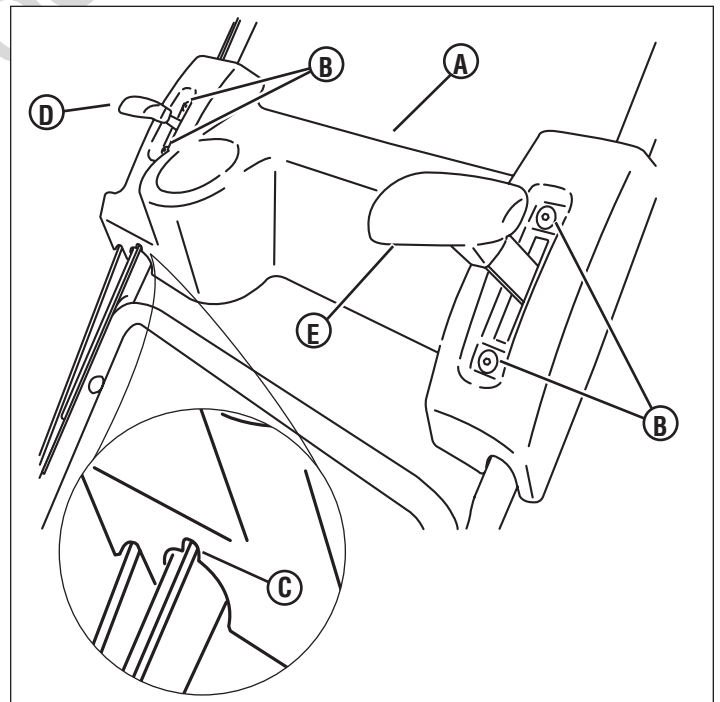

Figure 8
- Installer la console (A, Figure 8) sur la section de la poignée supérieure à l'aide de quatre vis à 6 lobes 1/4-20 x 1/2" (B). Bien serrer.